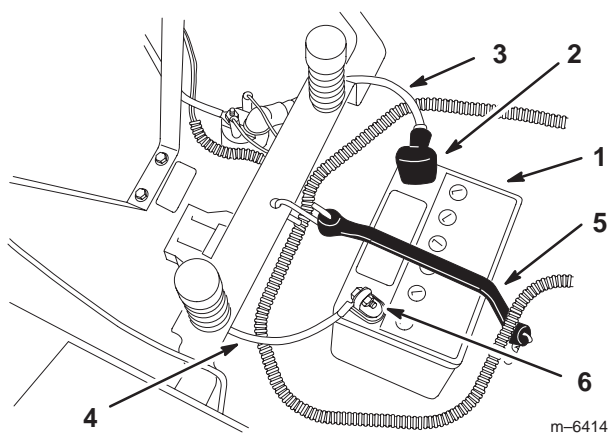

Figure 34
4. Débranchez le câble négatif (noir) de mise à la masse de la borne de la batterie (Fig. 34).
5. Repoussez le capuchon en caoutchouc sur le câble positif (rouge). Débranchez le câble positif (rouge) de la borne de la batterie (Fig. 34).
6. Enlevez la sangle de maintien de la batterie (Fig. 34) et ôtez la batterie de son support.
1. Placez la batterie sur son support, les bornes à l'opposé du panneau de commande (Fig. 34).
4. Fixez les câbles à l'aide de 2 boulons (1/4 x 3/4"), rondelles (1/4") et contre-écrous (1/4") (Fig. 34).
6. Fixez la batterie en place à l'aide de la sangle de maintien (Fig. 34).